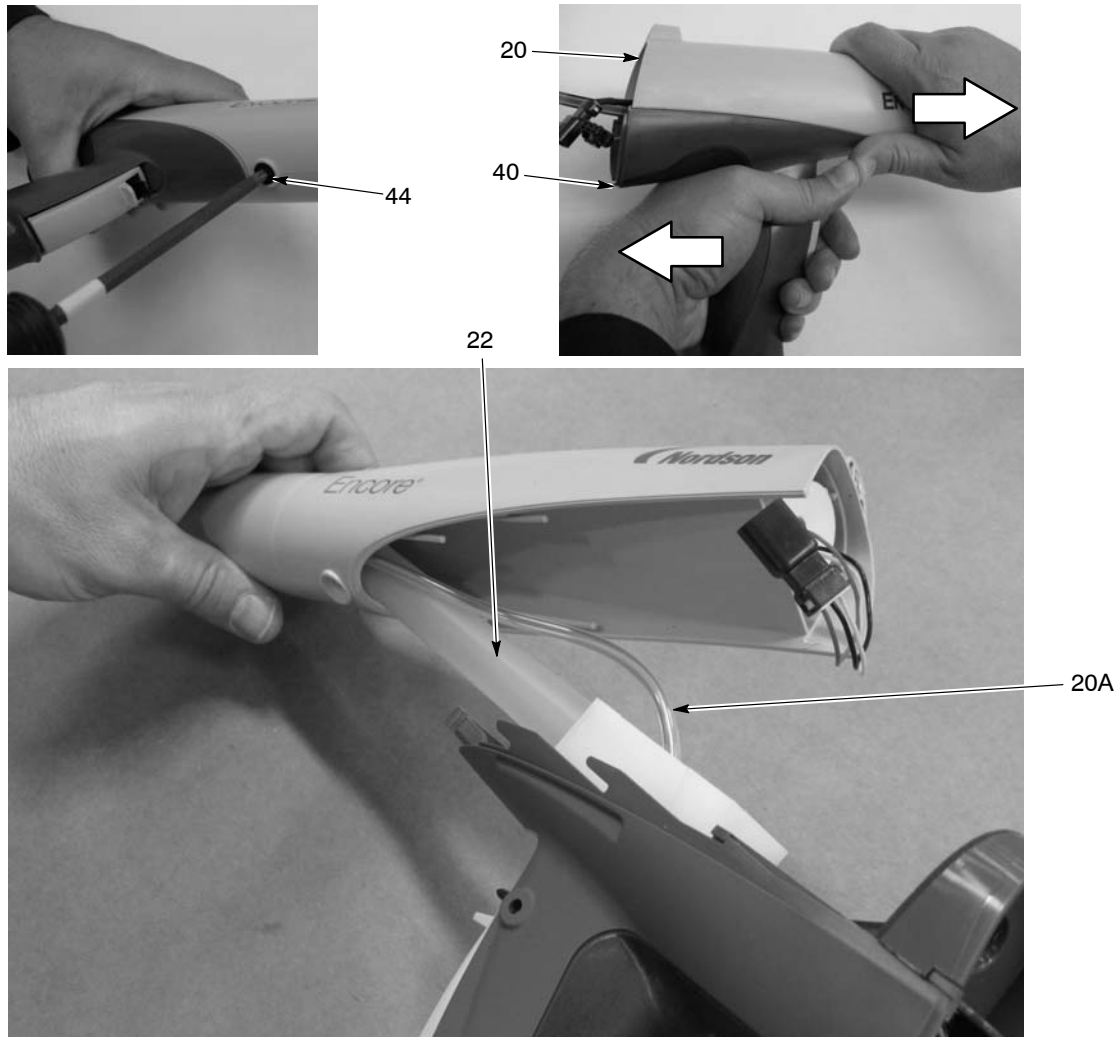

Figura 6-2 Rimozione del corpo della pistola dall'impugnatura
4. Vedi figura 6-2. Togliere la vite in nylon nera (44) dal corpo della pistola.
5. Prendere l'impugnatura (40) in una mano e il corpo pistola (20) nell'altra. Premere i pollici uno contro l'altro tirando nelle direzioni opposte per separare il corpo pistola dall'impugnatura.
**NOTA:** Il tubo di uscita della polvere (22) è in vetro pirex. Fare attenzione quando si toglie il corpo della pistola dall'impugnatura